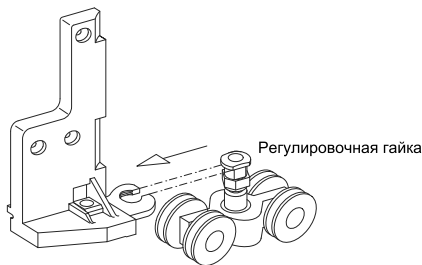
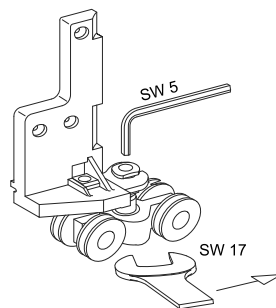

Рис.1 Регулировочную гайку установить в нужное положение и завести тележку.
Рис.2 Палец L зафиксировать гаечным ключом SW5 и затянуть зажимную гайку рожковым ключом SW17.
- A Заведите тележку (7) в несущую направляющую (21).
Для монтажа тележки (7) рекомендуется установить дистанционные вкладыши в межфальцовый зазор. Тележки (7) заведите в опорную пластину угловой опоры (8) и угловой опоры (15). Для этого переведите регулировочную гайку в нужное положение, см.рис.1. Палец L тележек (7) зафиксировать гаечным ключом SW5 и затянуть зажимную гайку рожковым ключом SW17, см.рис.2.